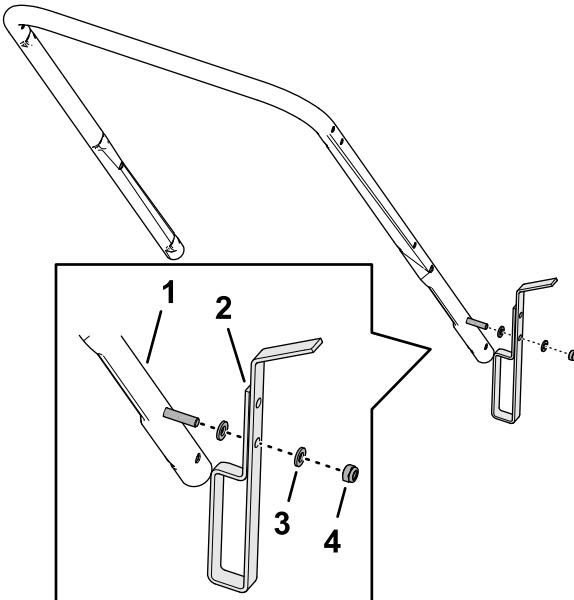

Bild 4
2. Flüchten Sie das Loch im Fußanschlag mit der Schraube im unteren Führungsholm aus (Bild 4).